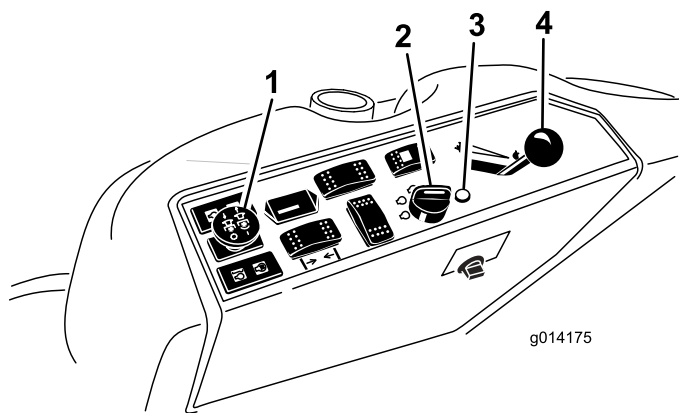

Figure 11
- Placez la commande de prise de force (PDF) en position désengagée (Figure 11).
- Réglez la manette d'accélérateur à mi-course entre les positions bas et haut régime (Figure 11).